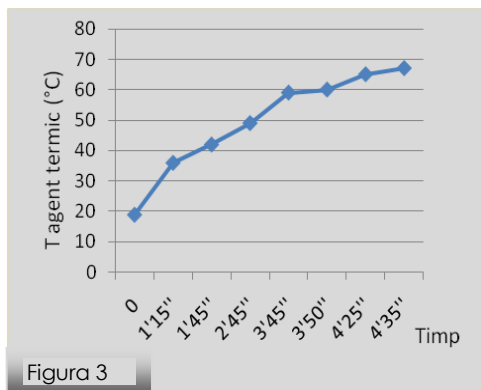

Figura 3
- performantele boilerului la utilizarea impreuna cu rezistenta electrica sunt prezentate in figura 3.